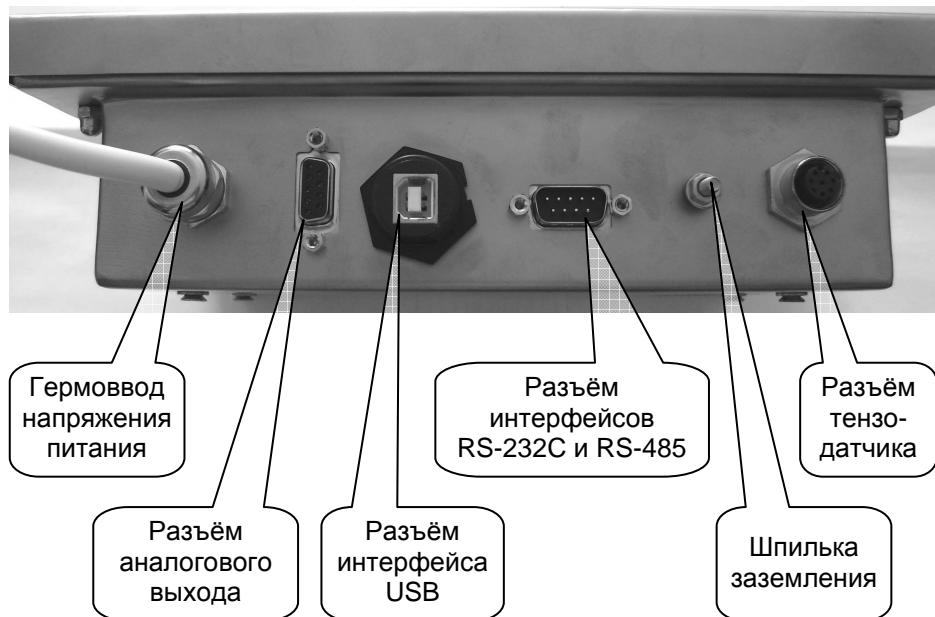

Рис. 4.3. Вид Преобразователя со стороны панели разъёмов и гермовводов.
На Рис. 4.3 изображён вид Преобразователя со стороны панели разъёмов и гермовводов.
5.1. Подключить датчик весоизмерительный тензорезисторный к соответствующему разъёму Преобразователя (см. Рис. 4.3, стр. 7). Назначение и расположение контактов разъёма для подключения тензодатчика приведено в разделе 38.1 на стр. 33 Руководства.
5.2. Если требуется, подключите кабель внешнего последовательного интерфейса к соответствующему разъёму Преобразователя (см. Рис. 4.3, стр. 7). Назначение контактов разъёма интерфейсов RS-232C и RS-485 и схемы интерфейсных кабелей приведены в разделе 38.2 на стр. 34 Руководства.
5.3. Если требуется, подключите аналоговый выход Преобразователя к внешнему устройству. Расположение разъёма аналогового выхода см. на Рис. 4.3, стр. 7, назначение контактов разъёма аналогового выхода см. в разделе 38.3, стр. 36.
5.4. Подключите Преобразователь к цепи заземления через соответствующую шпильку (см. Рис. 4.3, стр. 7).